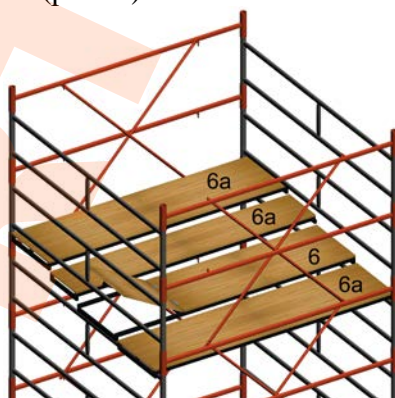

Рис.3
3.10. Настилы (6, 6а) устанавливаются на верхние перекладины лестниц предпоследней секции (рис. 3).